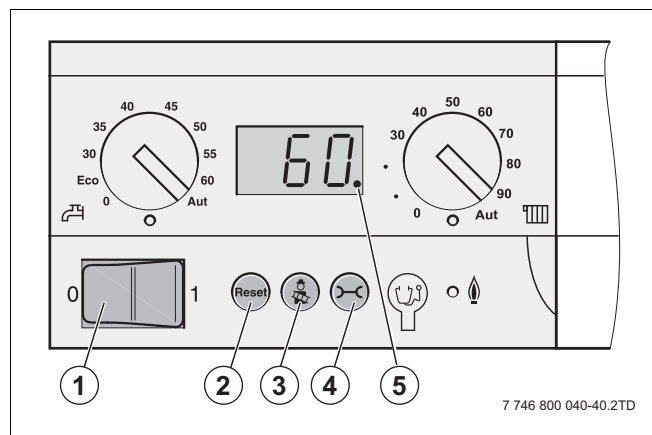

Fig. 57 Painel de comando do controlador básico
- ▶ Colocar a tecla On/Off (→ fig. 57, [1]) no painel de controlo do controlador básico na posição "0".